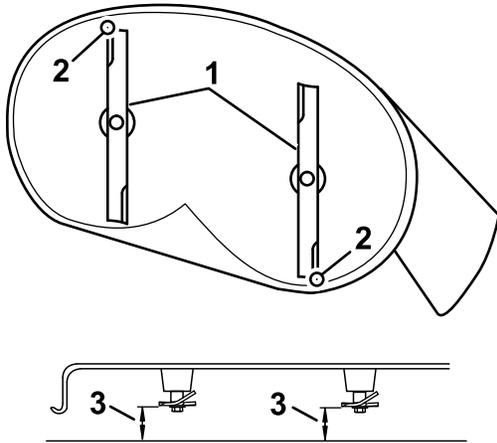
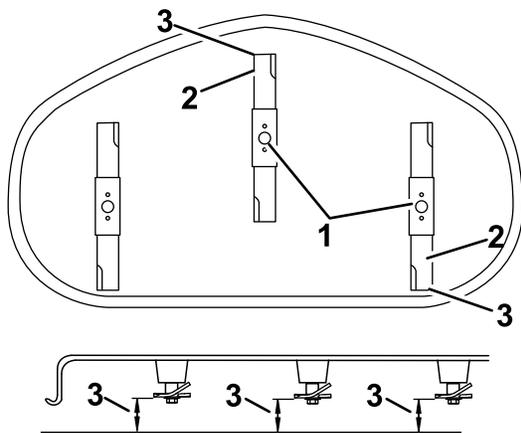

図 69
図 70
- 注意深くブレードを回転させて、ブレードを前後方向に向ける 図 69。
5. 前方のブレードの前端の刃先から平らな床面までの距離を測定する。同様に、後方のブレードの後端の刃先から平らな床面までの距離を測定する 図 70 または 図 69。